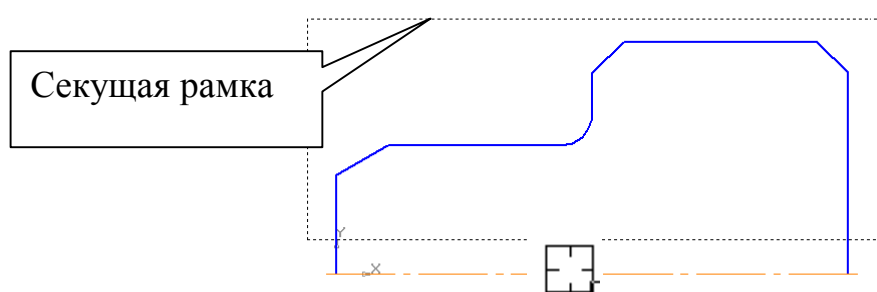
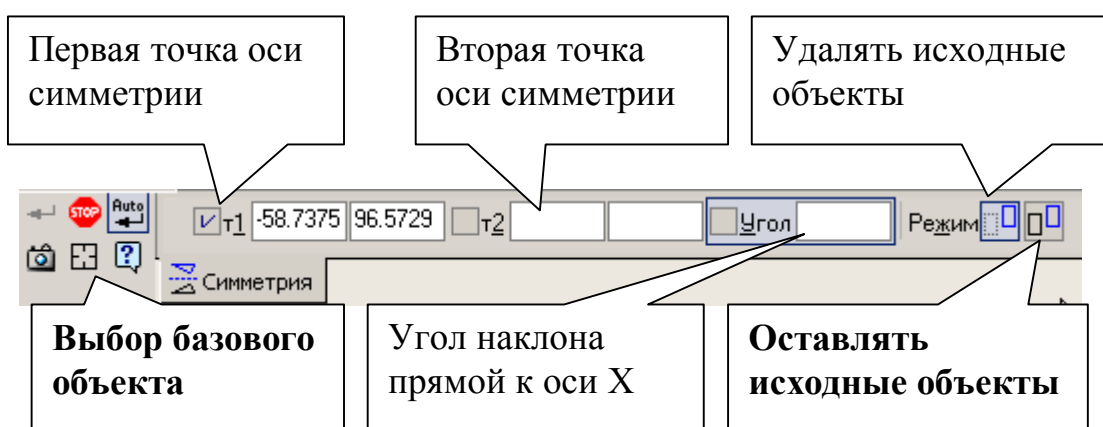
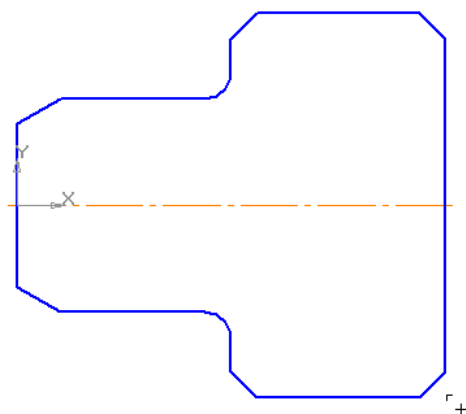

Рис. 69
Рис. 70
Рис. 71
- очерк нижней части детали, используя команду *Симметрия*, рис. 71;
- Команда **Симметрия** становится активной после выделения необходимых объектов, поэтому нажмите **Выделить – Секущей рамкой** , рис. 12. Расположите рамку выше осевой линии, рис. 69. В этом случае не произойдет выделение осевой линии.
Нажмите кнопку **Симметрия**  на панели **Редактирование** . Строка параметров (вместе с панелью специального управления) примет вид, показанный на рис. 70.
Кнопка **Оставлять исходные объекты** активна. На панели специального управления нажмите кнопку **Выбор базового объекта**, рис. 70, курсором укажите осевую линию, рис. 69, и получите изображение, показанное на рис. 71.
В строке параметров включите режим **Удалять исходные объекты** , рис. 70, на панели специального управления нажмите **Выбор базового объекта**  и укажите курсором построенную вспомогательную прямую.